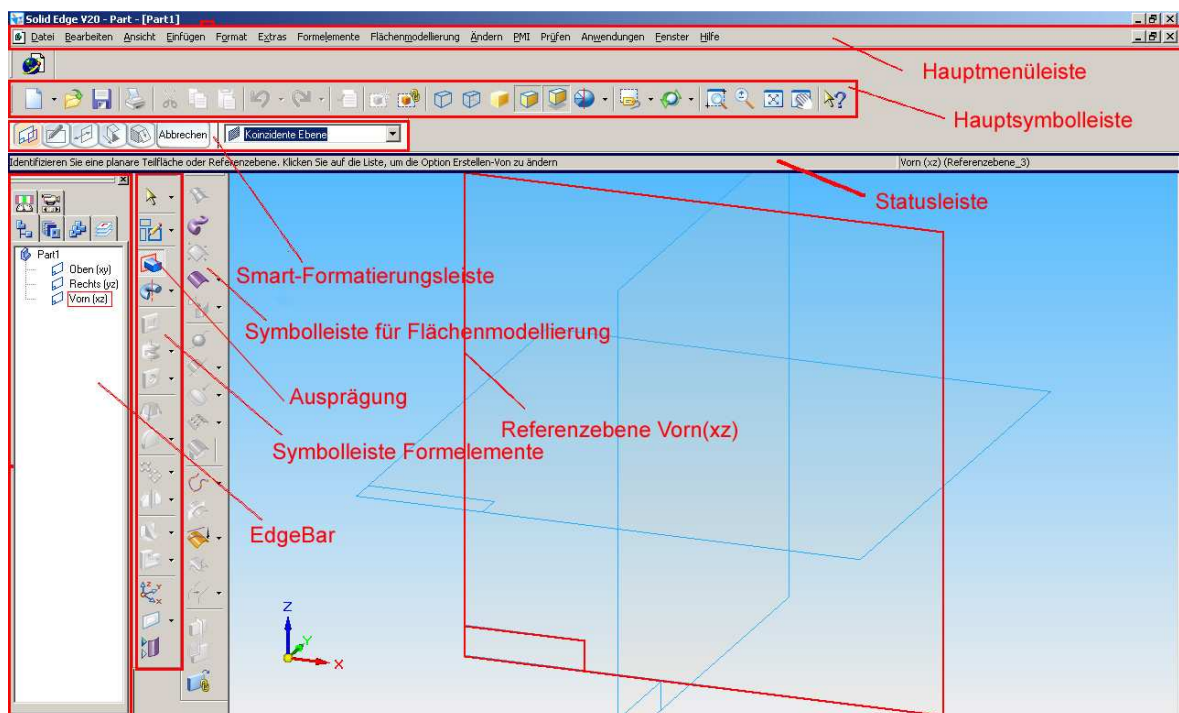

Abb. 2 Die Hauptseite mit ihren Symbolleisten und der Arbeitsfläche
**Symbolleisten ausblenden.** Sie sehen nun die Symbolleisten der Hauptseite (**Abb. 2**). Da Sie die Symbolleiste **Flächenmodellierung** beim Bau dieses Boliden nicht brauchen, können Sie im Hauptmenü Ansicht zweimal auf **Symbolleisten** klicken (**Abb. 3**). Dann öffnet sich das Dialogfeld **Symbolleisten** (**Abb. 4**). Entfernen Sie nun das Kreuz neben **Flächenmodellierung**. Falls die **EdgeBar** nicht sichtbar ist, können Sie diese im Hauptmenü unter **Extras, Edgebar** einblenden.
- Um einen drei-dimensionalen Körper herzustellen, klicken Sie in der Symbolleiste *Formelemente* auf das Symbol **Ausprägung** (Abb.2).
**Achten Sie grundsätzlich auf die Anweisungen in der Statusleiste (Abb. 2)**